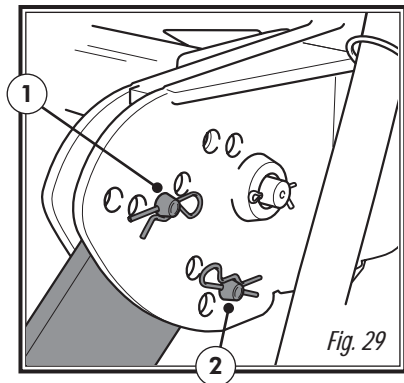

Fig. 29
a. Mediante el bulón superior (nº 1, fig. 29) controlaremos la profundidad del equipo de siembra y consecuentemente mayor o menor presión sobre el suelo.
b. Con el bulón inferior (nº 2, fig. 29) controlaremos le penetración del rodillo en el suelo y además podremos fijarlo para el transporte.